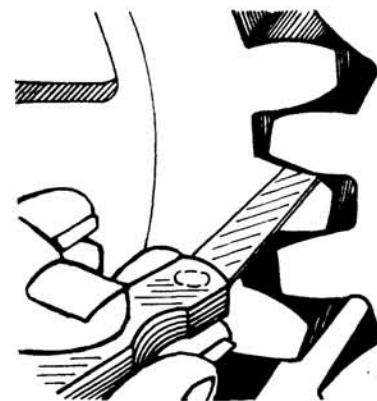

Fig. 1
- b Mida con lámina calibradora el huelgo o luz entre dientes (fig. 1).